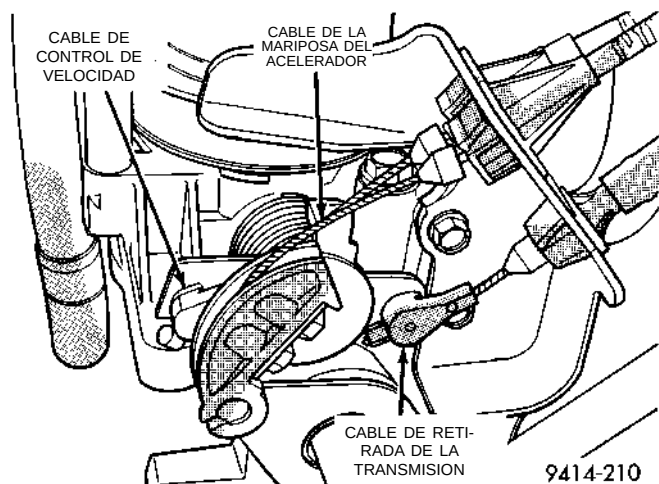

Fig. 56 Cable de la mariposa del acelerador—Transmisión automática
- (4) Verifique que el cable de la mariposa del acelerador funcione libremente (Fig. 56).